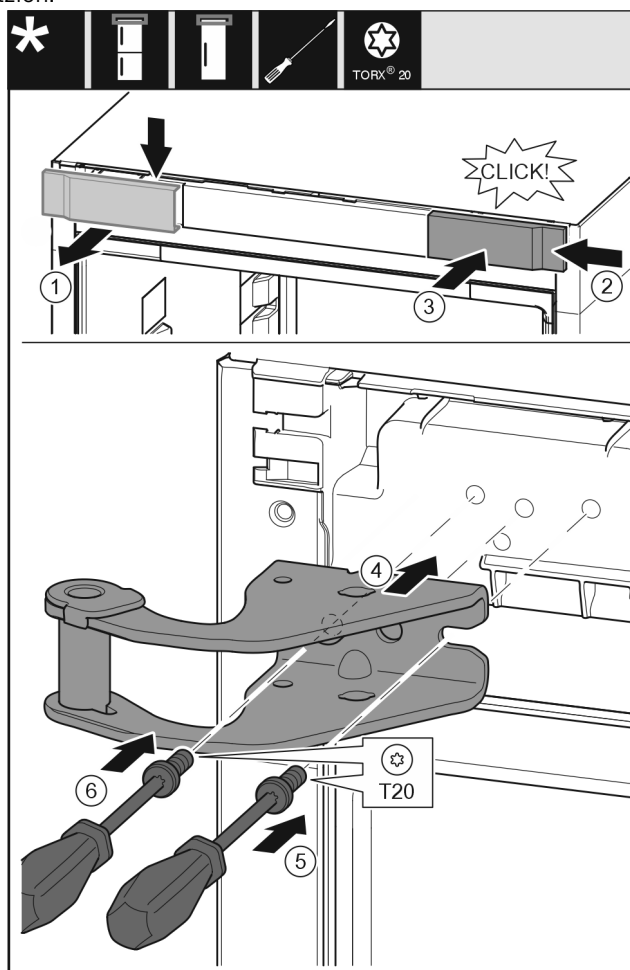

Fig. 31
- ▶ Afdekking van boven naar voren toe verwijderen. Fig. 31 (1)
- ▶ Afdekking 180° gedraaid op de andere kant van rechts aanbrengen. Fig. 31 (2)
- ▶ Afdekking vastklikken. Fig. 31 (3)
- ▶ Bovenste lagerbus plaatsen. Fig. 31 (4)
- ▶ Schroef met schroevendraaier T20 aanbrengen en vastdraaien. Fig. 31 (5)
- ▶ Schroef met schroevendraaier T20 aanbrengen en vastdraaien. Fig. 31 (6)